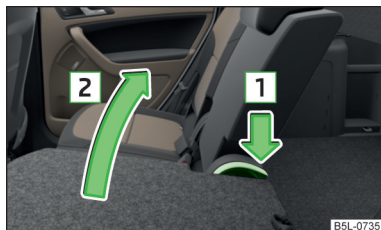

Fig. 66
- › Apăsăți maneta în direcția săgeții **1** » fig. 66 și rabatați spătarul scaunului în direcția săgeții **2**. Verificați prin tragere de spătar.